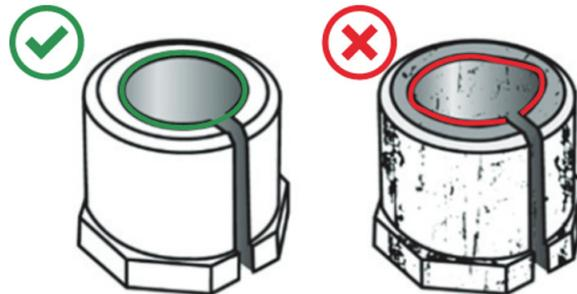

Figure 1.
- Vérifier que le manchon de carrossage ne présente pas de signes d'usure anormale, d'élargissement, de déformation ou d'autres dommages. **Voir la Figure 1.**